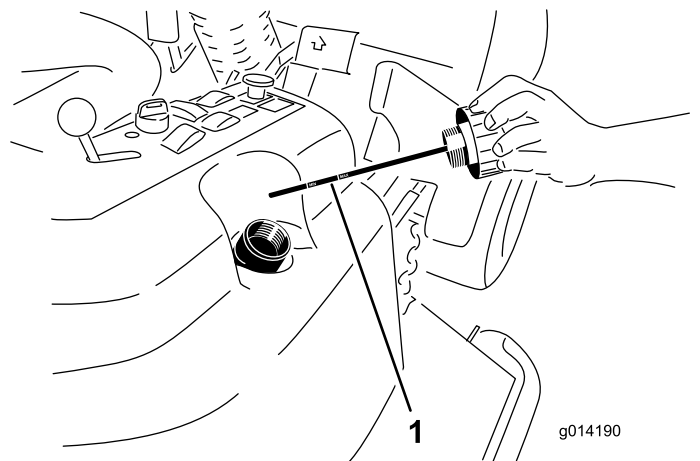

Bild 52
4. Nehmen Sie den Deckel des Hydraulikbehälters vom Einfüllstutzen ab (Bild 52).
5. Nehmen Sie den Messstab heraus und wischen Sie ihn mit einem sauberen Lappen ab (Bild 52).
6. Stecken Sie den Messstab in den Einfüllstutzen und ziehen ihn dann heraus, um den Ölstand zu prüfen (Bild 52).